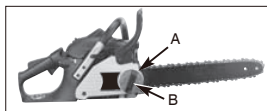

Fig. 4
1. Sujete la punta de la espada hacia arriba y gire el disco dentado de la cadena de ajuste (A) HACIA LA DERECHA para aumentar la tensión de la cadena. Girar el disco dentado de la cadena (A) HACIA LA IZQUIERDA disminuirá la tensión en la cadena. Asegúrese de que la cadena se ajusta perfectamente a lo largo de la espada. (Fig. 4)
2. Después de realizar el ajuste, y mientras sujeta la punta de la espada en la posición superior, apriete el pomo de retención de la espada (B) firmemente. La cadena tiene la tensión correcta cuando encaja perfectamente alrededor y se puede girar con la mano enguantada. (Fig. 4)